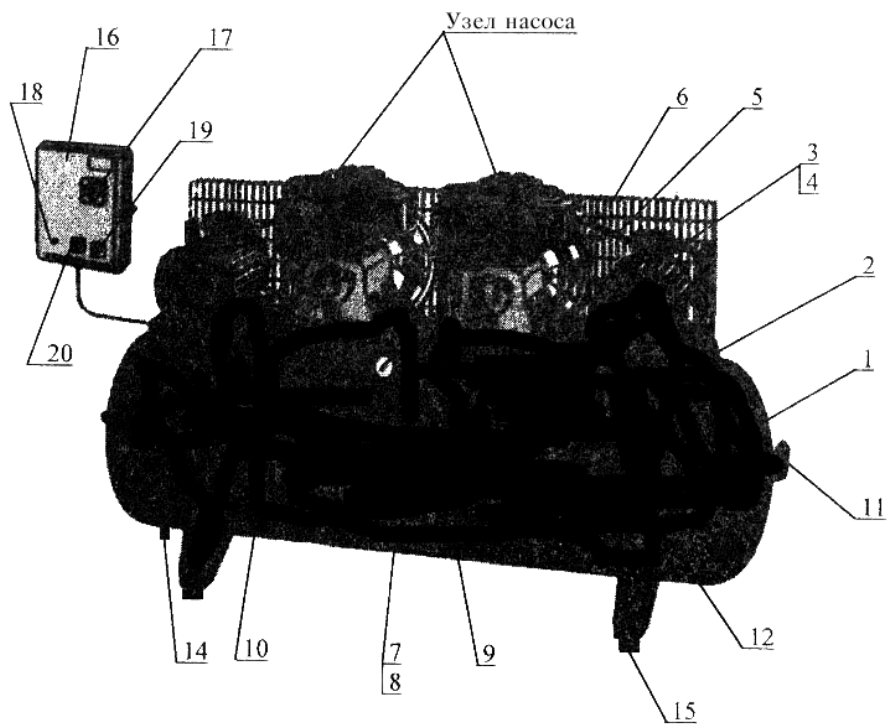

Рис. 1
Примечание: Комплект амортизаторов (поз.15, см.рис.1) и детали их крепления отдельно
5.1. Компрессор (рис.1) состоит из следующих основных сборочных единиц и деталей: узла компрессора АВ850 (2 шт), ресивера 1, платформ 2, электродвигателей 3 со шкивами 4, клиновых ремней 5, защитных решеток 6, прессостата 7, манометра 8, воздухопроводов 9, нагнетательных воздухопроводов 10, крана 11, клапана предохранительного 12, клапанов обратных 13, клапана сливного 14, амортизаторов 15, пульта управления 16.
Ресивер 1 (см. рис. 1) служит для сбора сжатого воздуха, устранения пульсации давления, отделения конденсата и масла. Ресивер является также корпусом, на котором смонтированы узлы и детали компрессора.